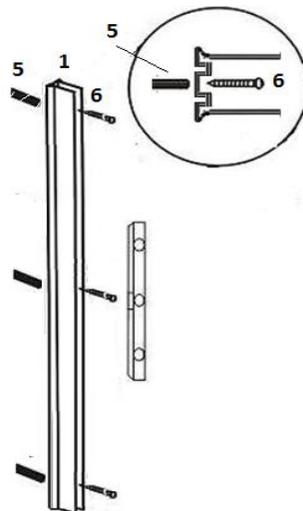

Рис. 2
1. Снимите пристенный профиль /1/ вертикального бокового профиля-петли /2/, установленный на стекле душевого ограждения /3/. С помощью уровня и карандаша отметьте места крепления пристенного профиля /1/ к стене. Просверлите отверстия в стене, установите дюбели /5/. С помощью саморезов 4\*50 /6/ прикрепите пристенный профиль к стене (рис.2)